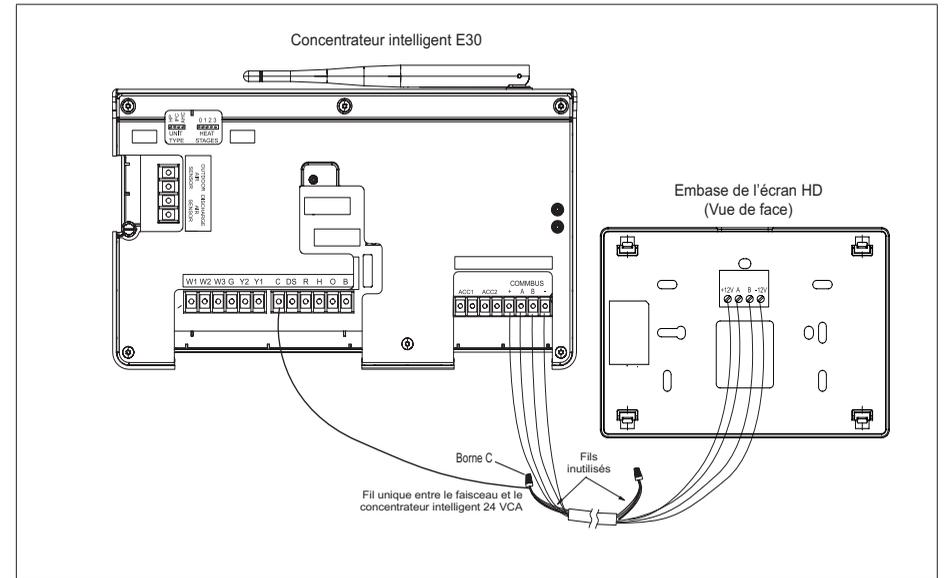

Figure 5. Câblage du thermostat - Concentrateur intelligent E30 à l'embase de l'écran HD (Considération de suppression du bruit électrique)
- Utiliser des connecteurs de fil pour réunir les fils inutilisés aux deux extrémités du câble. Un fil unique doit être connecté du côté de l'unité intérieure du faisceau de fils et connecté aux bornes « C » comme illustré à la « Figure 5. Câblage du thermostat - Concentrateur intelligent E30 à l'embase de l'écran HD (Considération de suppression du bruit électrique) » à la page 8.